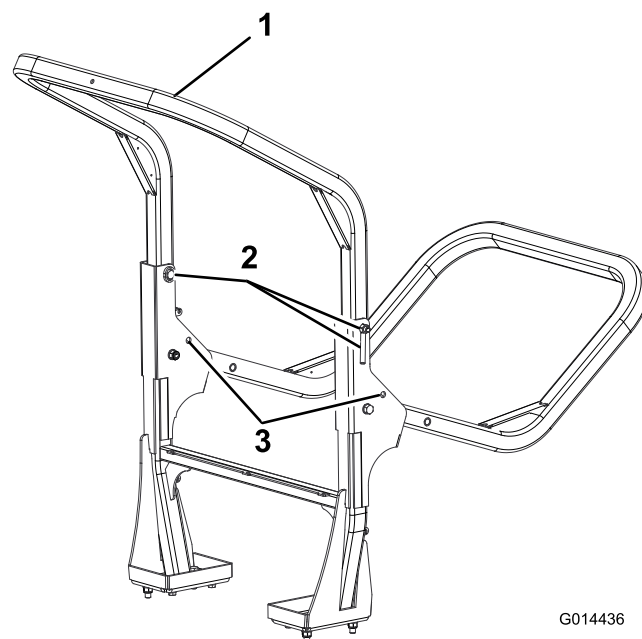

Figure 43
2. Soutenez le poids du cadre supérieur pendant que vous enlevez les écrous moletés, les rondelles et les boulons de fixation des supports de pivot (Figure 43).